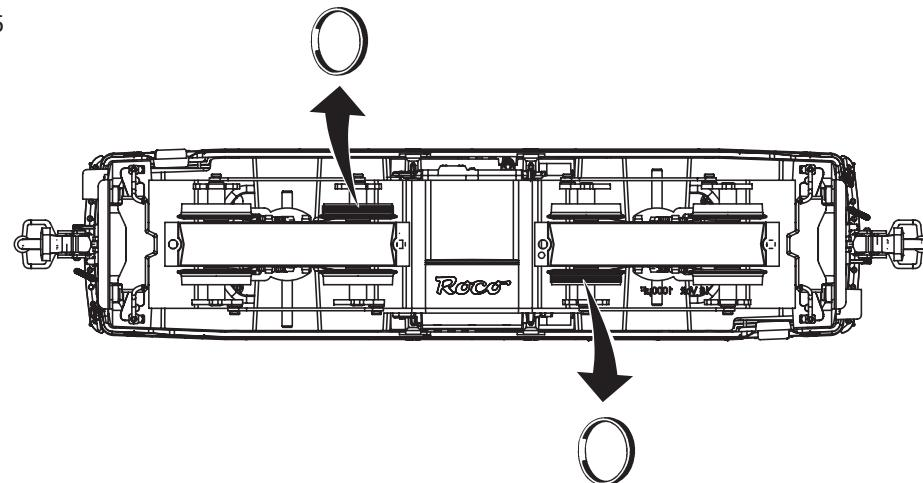

Fig. 7
1. Schmierung: Versehen Sie die im Schmierplan in Fig. 7 gekennzeichneten Stellen mit nur **kleinen Öltropfen**. Dazu zuerst das Lokgehäuse abnehmen (Fig. 3). Wir empfehlen den ROCO **Öler Art.-Nr. 10906**. Fürs Schmieren der Getriebeteile (Zahnräder, Schnecke) empfehlen wir das **ROCO-Spezialfett Art.-Nr. 10905**. Im Falle der Schmierung diese Teile **nicht ölen**.
1. Lubrication: Apply **tiny oil drops** to spots marked in fig. 7. Prior to lubrication dismantle locomotive (fig. 3). We recommend using item no. **10906, Roco oiler**. For lubrication the gearparts (e.g. cogwheels, worm) we would recommend our Roco **special grease** (item no. **10905**).
1. Graissage: N'appliquez **qu'une tout petite goutte** aux endroits indiqués par le plan de graissage (fig. 7) après avoir démonté la caisse de la locomotive (fig. 3). Nous vous recommandons **le graisseur à huile Roco réf. 10906**. Pour graisser les engrenages (roues dentées, vis sans fin) nous vous conseillons la **graisse spéciale Roco réf. 10905** pour engrenages en matières synthétiques. Lorsque vous utilisez cette graisse il faut éviter d'huiler ces composants.